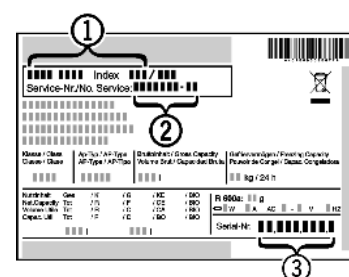

Fig. 11
- ▶ Označení přístroje Fig. 11 (1), servisní číslo Fig. 11 (2) a sériové číslo Fig. 11 (3) naleznete na typovém štítku. Identifikační typový štítek je umístěn na levé vnitřní stěně přístroje.
- Informujte zákaznický servis a sdělte poruchu, označení přístroje *Fig. 11 (1)*, servisní číslo *Fig. 11 (2)* a sériové číslo *Fig. 11 (3)*.